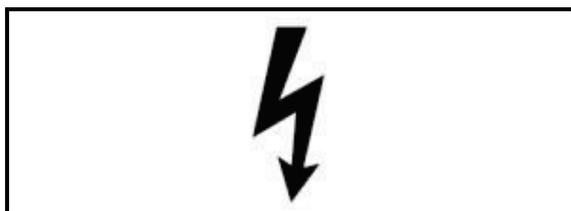

Fig. 19 Peligro provocado por descargas eléctricas y tensión eléctrica peligrosa
**⚠ PELIGRO** Durante los trabajos debajo de líneas de alta tensión o en su zona influencia se requiere especial precaución - Existe peligro de sufrir una descarga eléctrica (Fig. 19).